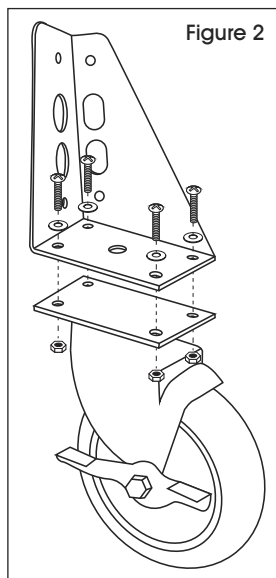

Figure 2
2. Fixez les roulettes pivotantes à l'aide des écrous, des boulons et des rondelles. (Voir Figure 2)